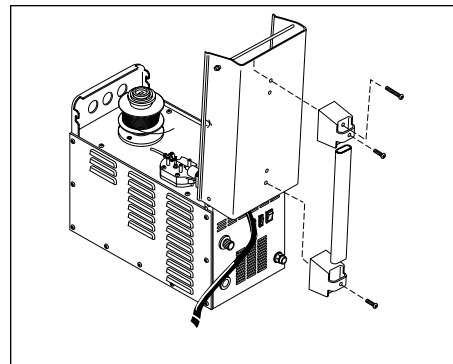

Figure 2 - Montage de la Poignée
2. Boulonner sur le couvercle les fixations en plastique de la poignée (Figure 2).